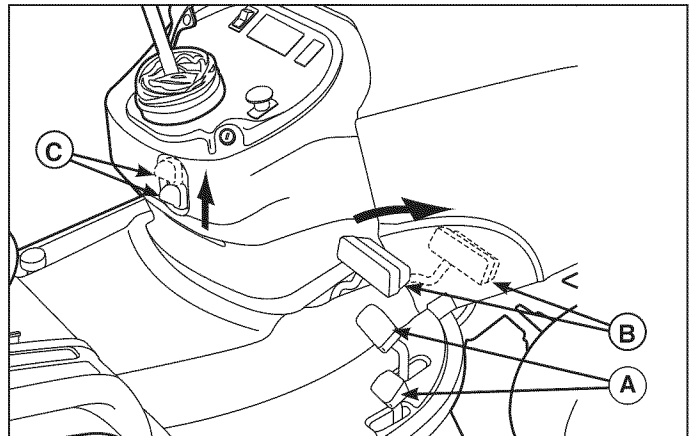

Figura 4
El contador horario (Figura 4) mide la cantidad de horas que la llave lleva puesta en la posición de ENCENDIDO. El contador horario hará parpadear la luz del indicador de cambio de aceite inicial a las 5 horas de uso y un recordatorio de lubricación cada 50 horas. Estos recordatorios se muestran por aproximadamente dos horas y se reestablecerán automáticamente.
Aplicación del freno de estacionamiento - Véase la Figura 4. Para bloquear el freno de estacionamiento, suelte los pedales para controlar la velocidad (A), presione completamente el pedal de freno (B), levante hacia ARRIBA la perilla del freno de estacionamiento (C) y, a continuación, suelte el pedal del freno.
Libерación del freno de estacionamiento - Observe la Figura 4. Para liberar el freno de estacionamiento, presione el pedal de freno (B) y empuje hacia ABAJO la perilla del freno de estacionamiento (D).